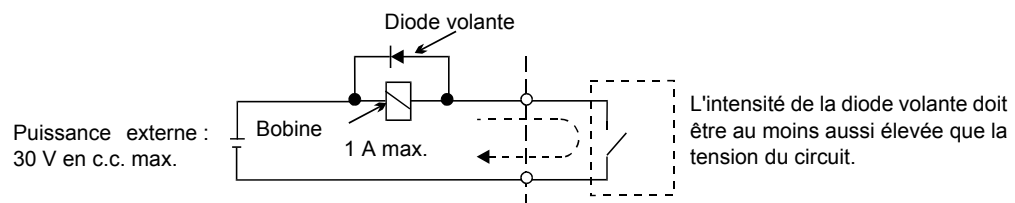

Fig. 2.12 Connexion de la diode volante
- * 3. Lors de la manipulation d'une charge réactive, telle qu'une bobine de relais alimentée en c.c., toujours insérer une diode volante comme illustré à la Fig. 2.12.